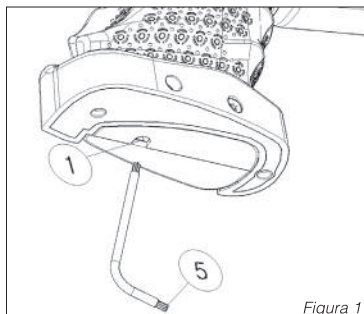

Figura 1
- 12 No 1 de la Figura 1: ajuste del agujero para ajustar la potencia del resorte en el movimiento de contención que es el primer movimiento del gatillo.
- 13 No 5 de la Figura 1 (T8) Introducir la parte larga deltorquimetro en el agujero no 1 y dar vuelta hacia la derecha. Dando vuelta a la derecha se enderece el movimiento de contención del gatillo y se afloja dando vuelta a la izquierda.